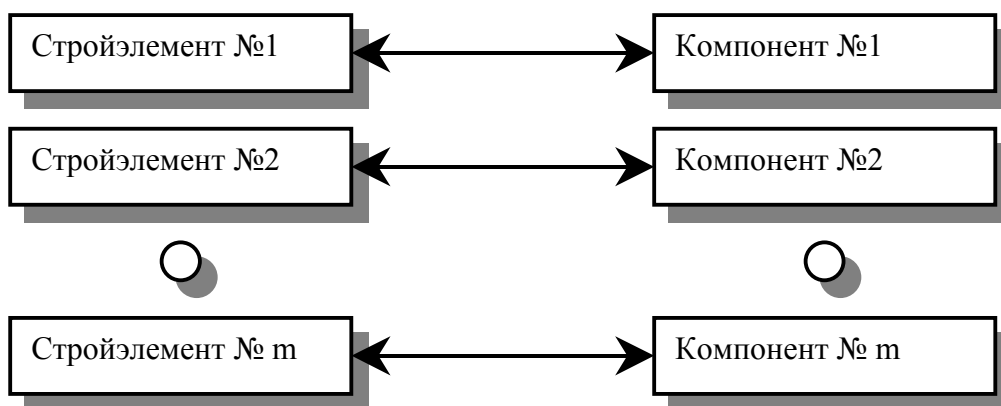

Рисунок 5
1. Один стройэлемент связан с одним компонентом (Рисунок 5). Этот вариант применяется, когда у каждого строительного элемента уникальная масса. Например: трубы, фундаментные блоки, ограждения и т.д.